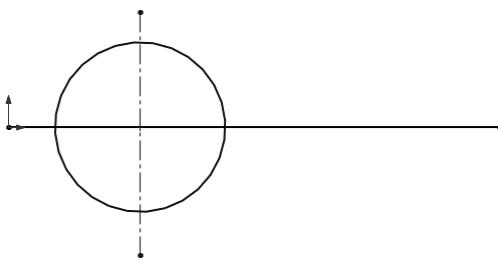

图 3-48 草图
- [1] 打开初始文件“Z3L3.prt”，编辑草图，草图如图 3-48 所示。